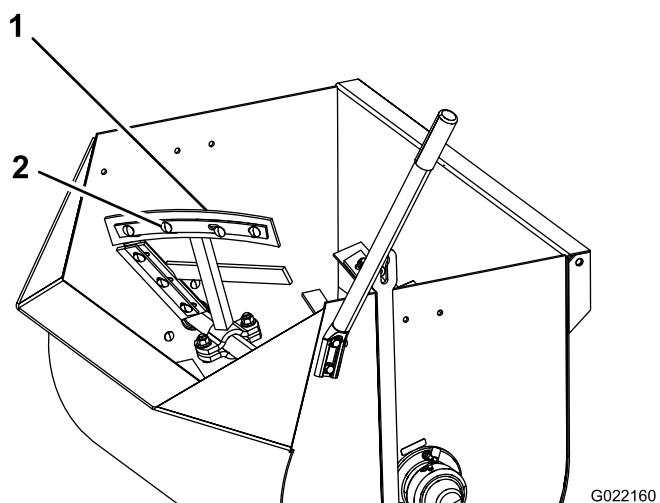

Figura 29
- Afloje las tuercas y los pernos que sujetan las hojas a las paletas (Figura 29).